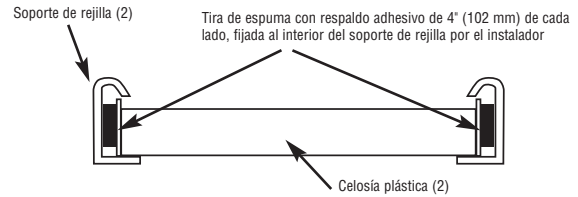

Figura 9b
**Nota:** las tiras de espuma con respaldo adhesivo se incluyen para fijarlas al interior del soporte de la rejilla, como se muestra en la Figura 9b, en caso de que el movimiento de las celosías con el aire resulte un problema.